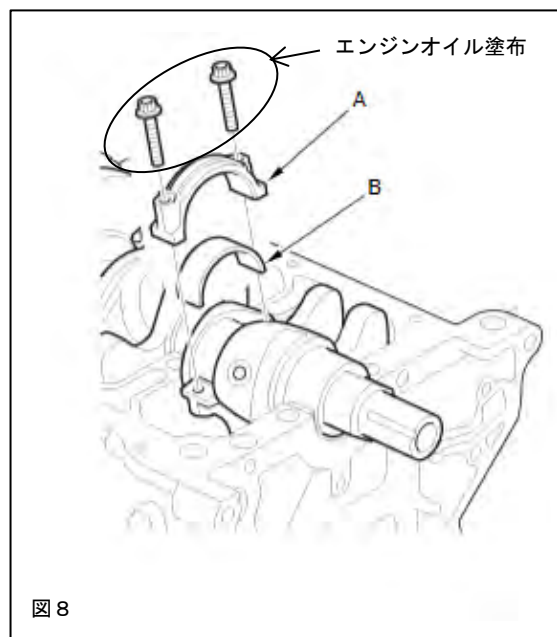

図8
4. 5 コンロッドボルトのネジ部と座面に、エンジンオイルを塗布し、コンロッドに取付けてください。(図8)